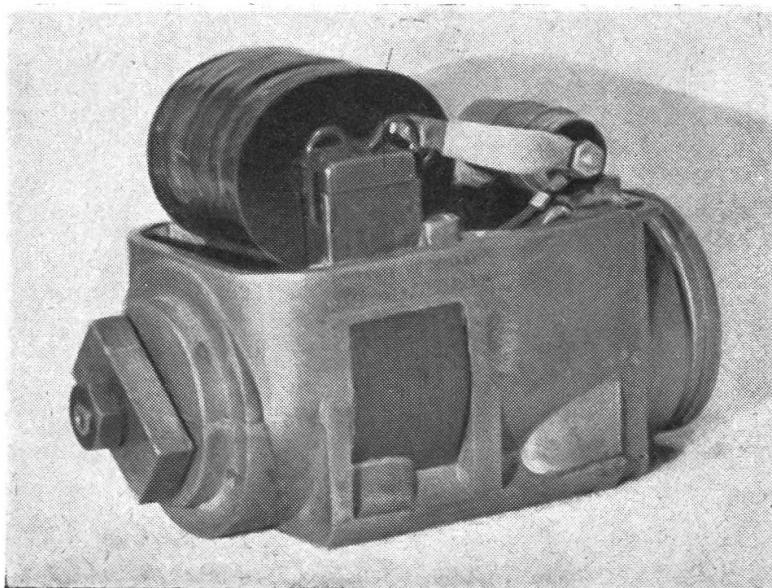

Abb. 92
- Fig. 92: Stillstehende Spule und Kondensator eines «Scintilla»-Magnetes. Die seitlich sichtbaren Eisenblechlamellen leiten die Kraftlinien vom Magnet zur Spule. Die Bestandteile sind gut zugänglich.